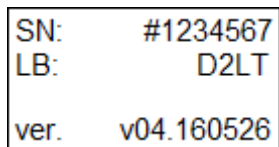

Рисунок 5. Екран сервісної інформації.
Екран сервісної інформації (рисунок 5) містить серійний номер логера (SN), мітку логера (LB) та версію програмного забезпечення (ver.).